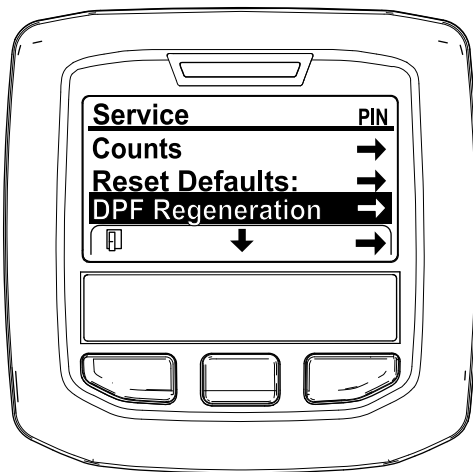

Figura 44
- En el menú SERVICE (Servicio), pulse el botón del medio hasta que aparezcan las opciones de DPF REGENERATION (Regeneración de DPF) y pulse el botón derecho para seleccionar la opción DPF REGENERATION (Regeneración de DPF) (Figura 44).